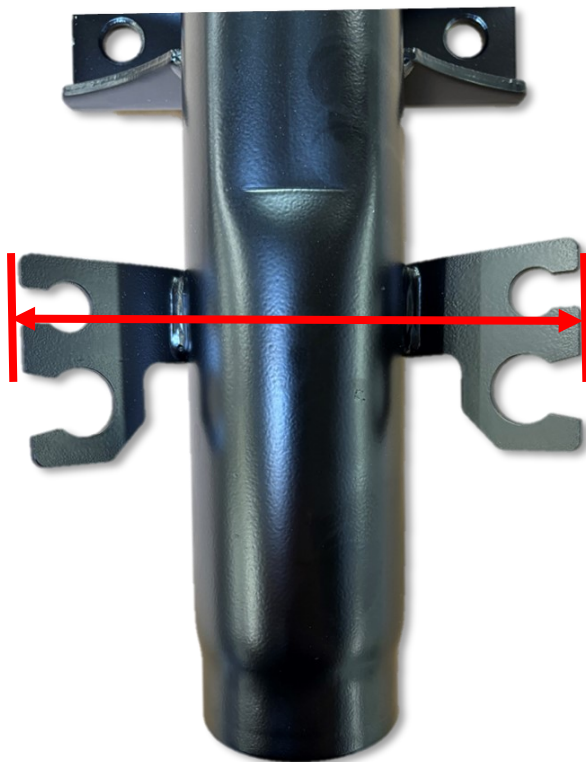

Abb. 1: Abstand Bremsschlauchhalter
- **Prüfen** Sie vor der Montage das **Maß** zwischen den **Bremsschlauchhaltern**, **Abb. 1**.